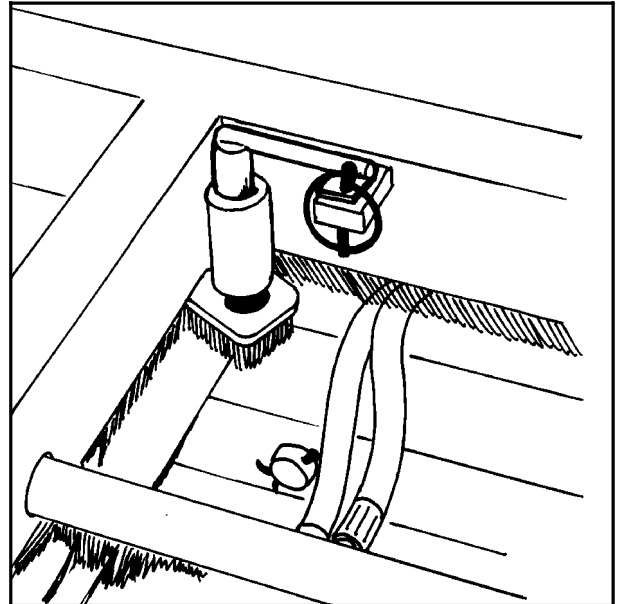

Bild 4-6
5. Die Transportsicherung am Drehtisch muß in Arbeitsstellung gebracht werden. Ziehen Sie den Bolzen heraus und arretieren sie ihn mit dem hierfür vorgesehenen Splint (s. Abb. 4-6).
Vor Arbeitsbeginn muß die Transportsicherung in Arbeitsstellung gebracht werden. Ziehen Sie den Bolzen heraus und arretieren sie ihn mit dem hierfür vorgesehenen Splint (s. Abb. 4-6).